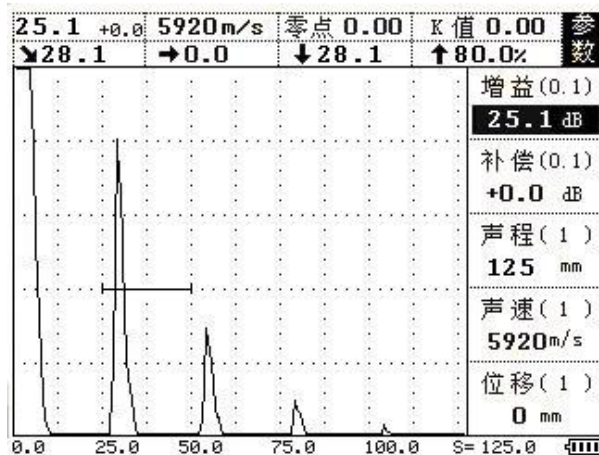

图 4-2
- 3、将直探头置于试块并耦合良好,此时屏幕出现五次回波。如图 4-2